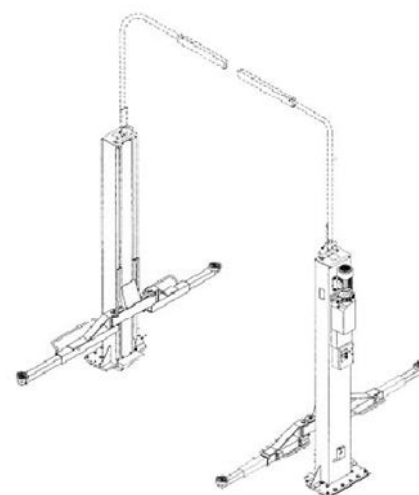

Fig. 2
4. BESCHRIJVING HEFBRUG (Fig. 2)